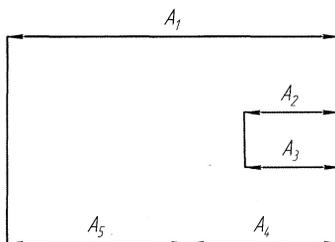

Рис. 1
14. По заданным номинальным размерам и предельным отклонениям составляющих звеньев определить номинальный размер и предельные отклонения замыкающего звена (см. рис. 1).
15. По заданным номинальным размерам и предельным отклонениям составляющих звеньев определить номинальный размер и предельные отклонения замыкающего звена (см. рис. 1).
16. По заданным номинальным размерам и предельным отклонениям составляющих звеньев определить номинальный размер и предельные отклонения замыкающего звена (см. рис. 1).
17. По заданным номинальным размерам и предельным отклонениям составляющих звеньев определить номинальный размер и предельные отклонения замыкающего звена (см. рис. 1).